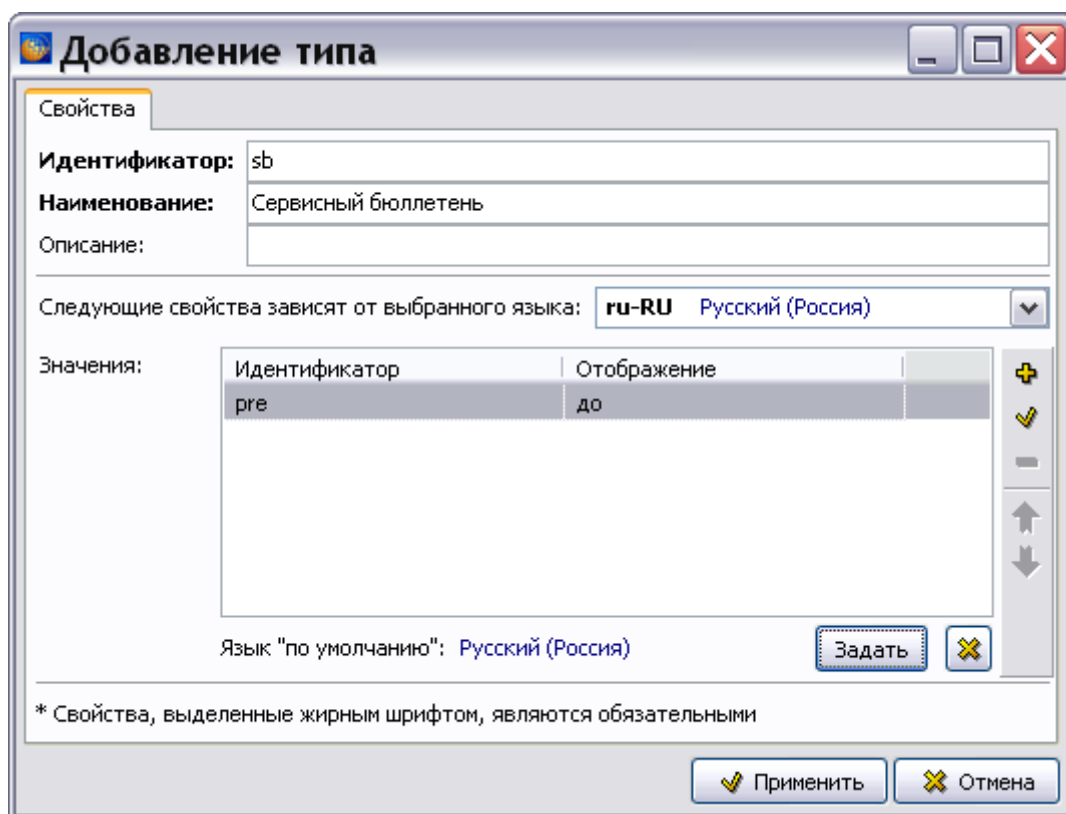

Рис. 22.15
5. Выберите тип значения – **Одиночное**. В поле **Идентификатор (начало)** введите значение типа, например «pre». Задайте отображение значения для всех языков проекта - на русском «До» и английском «Pre». При нажатии на кнопку  произойдет возврат в диалоговое окно **Добавление типа**. Введенное значение отобразится в области **Значения** (Рис. 22.15).